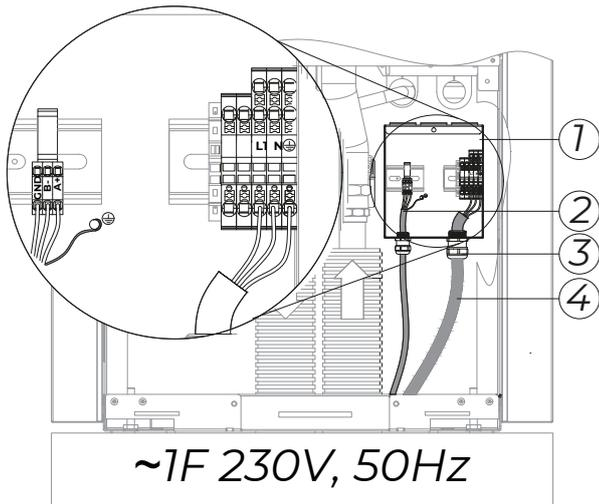

Bild 16: Einphasiger ~230 V Stromanschluss
Führen Sie das entsprechende Anschlusskabel (4) durch die Kabelverschraubung (3) im Elektroschrank (1) (Bild 16) (siehe Tabelle 1). Befestigen Sie die Leiter an die Klemmen. Ziehen Sie die Kabelverschraubung so, dass das Kabel gelöst wird.